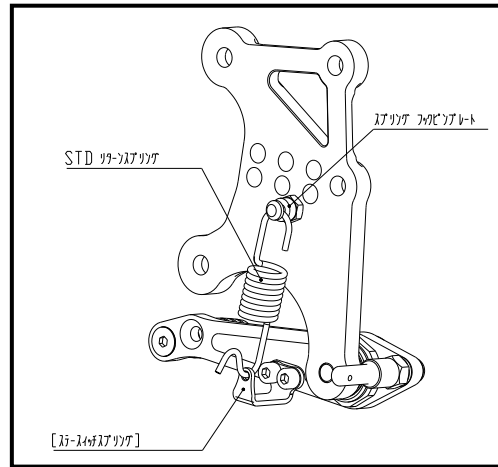

図2
- ・ STDリターンスプリングを[ステー、スイッチスプリング]に通してから、[スプリングフックプレート]に引っ掛ける。(図2)